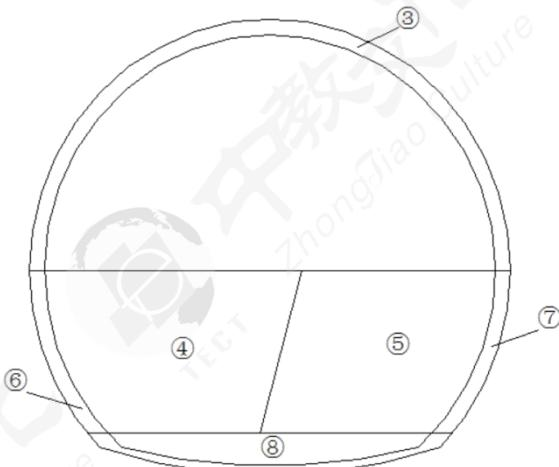

图 1-2 隧道开挖横断面示意图
事件 2：隧道开挖过程中，某些段落施工单位采用环形开挖留核心土法开挖，该方法包括以下工序：①上台阶环形开挖；②核心土开挖；③上部初期支护；④左侧下台阶开挖；⑤右侧下台阶开挖；⑥左侧下部初期支护；⑦右侧下部初期支护；⑧仰拱开挖、支护。部分工序位置如图 1-2 所示。